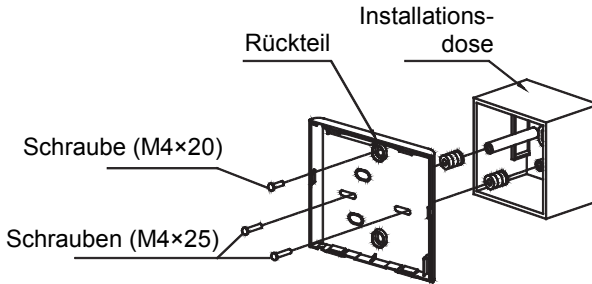

Abb. 3-4
- Bei der Unterputzinstallation befestigen Sie das Rückteil der Kabel-Fernbedienung mit 2 Schrauben (M4×25) an die Installationsdose und diese mit 1 Schraube (M4×20) an die Wand. (Abb. 3-4)